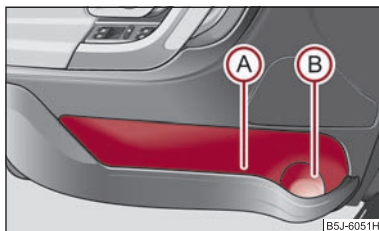

Fig. 86 Compartimentul din uși
Pentru a nu limita spațiul de desfășurare a airbagului lateral, utilizați zona (A) ⇒ fig. 86 a compartimentului de depozitare numai pentru depozitarea obiectelor care nu ies în afară. ■